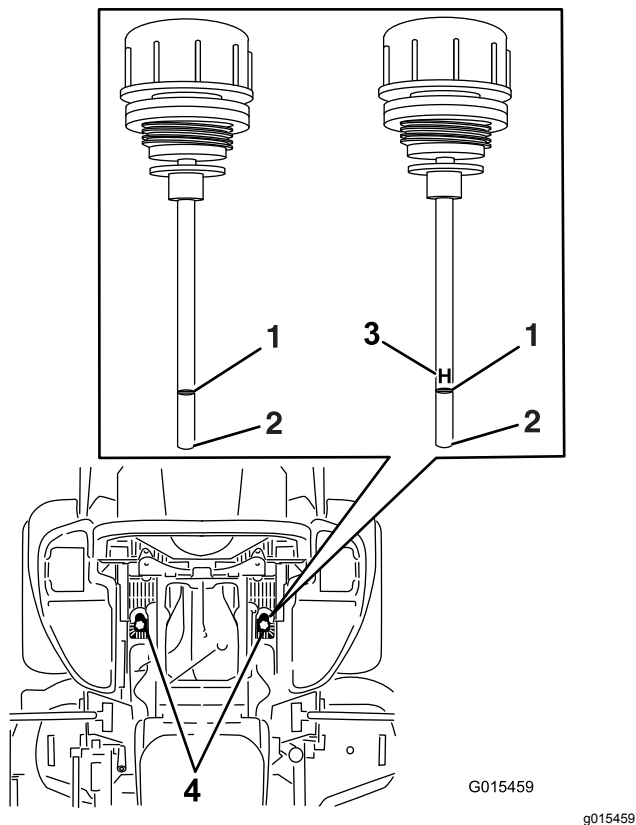

Figura 87
6. Limpie la zona alrededor de las varillas de los depósitos del sistema hidráulico (Figura 87).
7. Retire una varilla del depósito hidráulico (Figura 87).
9. Retire la varilla e inspeccione el extremo (Figura 87).